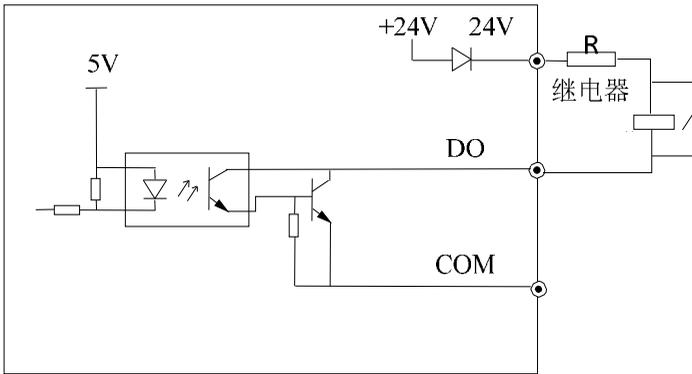

图 2-18 多功能输出端子开关量输出接线方式1
1) 多功能输出端子DO作为开关量输出时可使用变频器内部的24V电源, 接线方式请参见图2-18